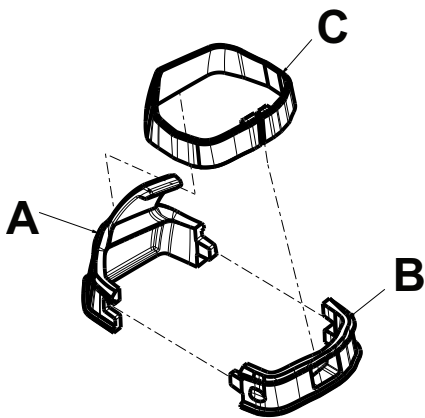

Figura 35 – Componenti del gancio portaflebo
2. Far corrispondere le clip corrispondenti (A e B) e tenere le due parti del gancio portaflebo sulla barra di sostegno (Figura 35).
3. Far scorrere il collare del gancio portaflebo (C) intorno alla barra di sostegno e alle due parti del gancio (Figura 35).